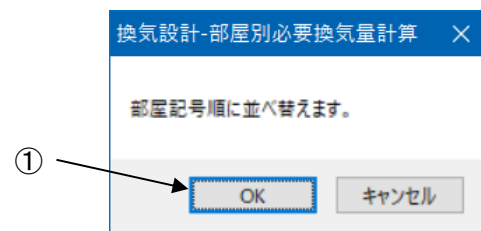

図 17
メッセージ（図 17）が表示されますので、
[OK] ボタン（図 17-①）をクリックします。